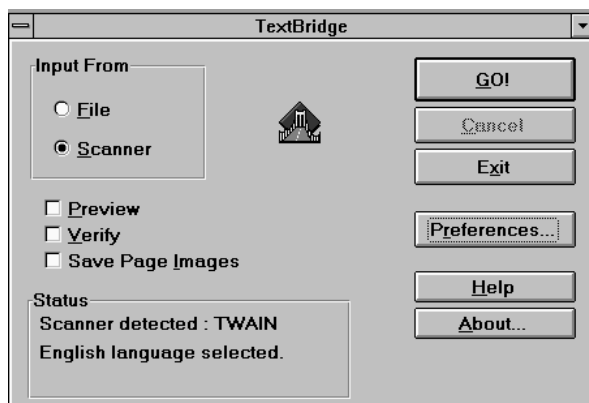

Figura 14: TextBridge 3.0 OCR para Windows 3.1x
1. Inicie o 'TextBridge' fazendo duplo clique no ícone. É visualizado um ecrã semelhante ao mostrado na figura 14.